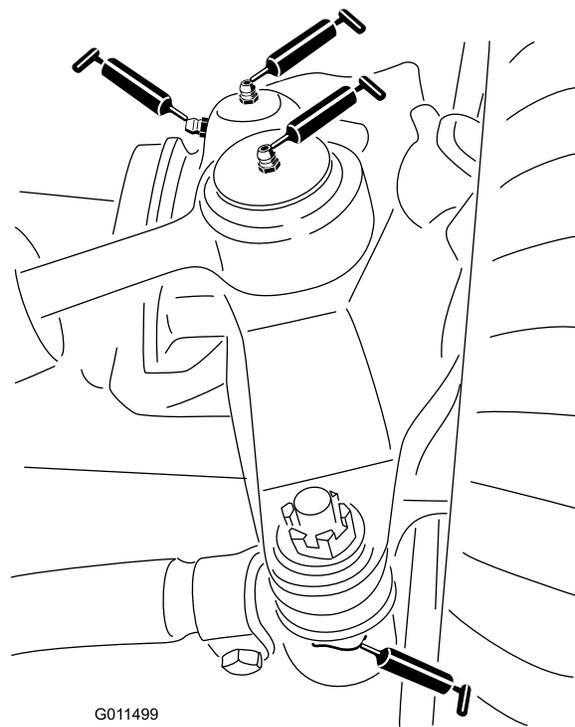

Рисунок 64
- Шаровые опоры гидроцилиндра рулевого управления (2 шт.) (Рисунок 64)
- Шаровые опоры поперечных тяг (2 шт.) (Рисунок 64)
- Втулки поворотных шкворней (2 шт.) (Рисунок 64).